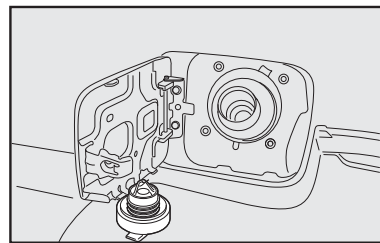

fig. 133
- Após a retirada da tampa, encaixe-a no suporte existente na portinhola **fig. 133**.